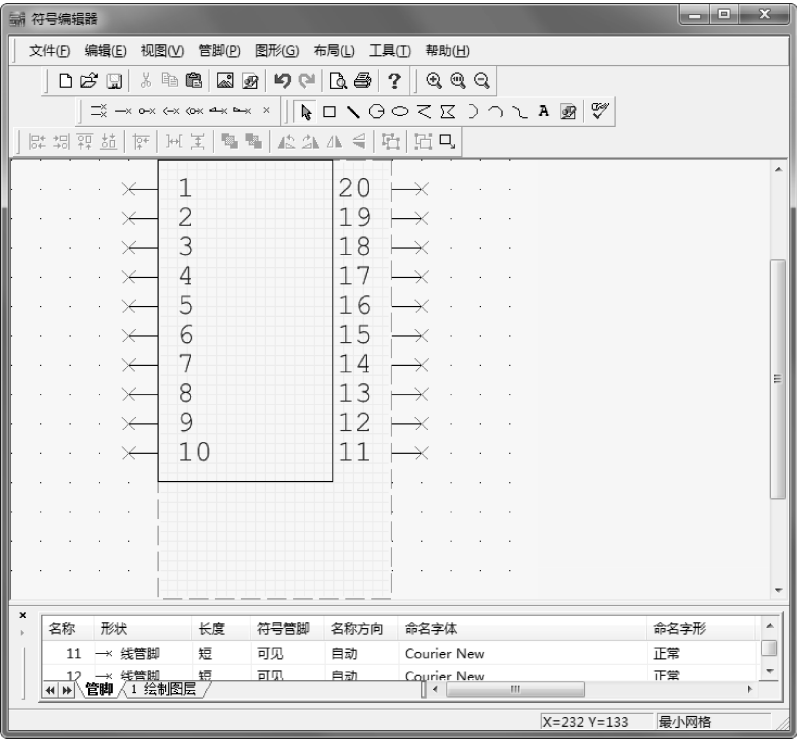

图 10-101 调整界框
① 单击 “编辑” 按钮，打开符号编辑器，编辑 CAE 符号，选择菜单栏中的 “编辑” → “调整界框大小” 命令，放大界框，如图 10-101 所示。